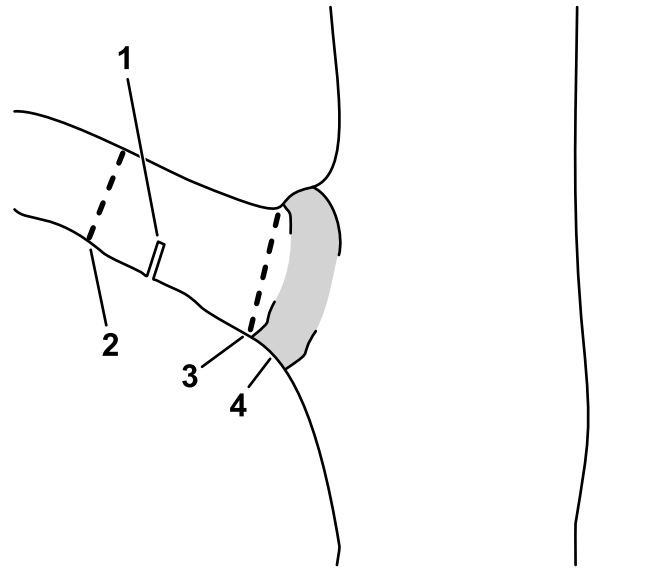

Figura 13
- Corte el muñón de la rama en el cuello de la rama (Figura 13).